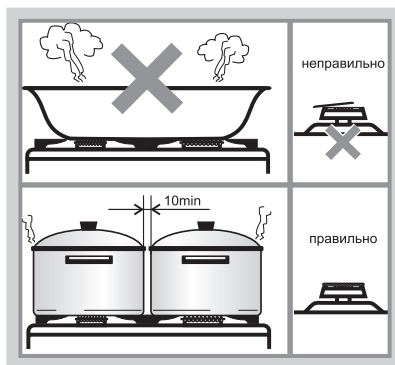

Рис.17
- Размеры посуды (см. табл. 5 и рис.17) и режим работы горелок нужно выбирать таким образом, чтобы пламя не выходило за края и не «лизало» боковые стенки.
- Запрещается устанавливать на решетки какие-либо дополнительные рассекатели пламени и пользоваться горелками со смещенными крышечками (рис. 17). Это может привести к разрушению стеклянного стола или необратимому ухудшению внешнего вида стола из нержавеющей стали.